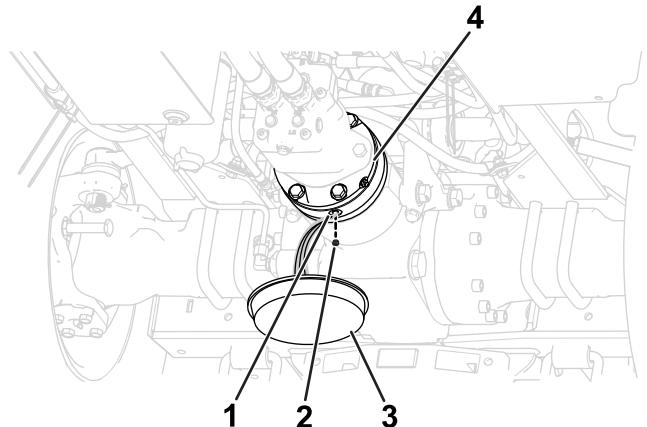

Рисунок 103
- Поместите сливной поддон под гидравлический тормоз (Рисунок 103).
- Снимите пробку сливного отверстия (Рисунок 103).
4. Заверните пробку в сливное отверстие (Рисунок 103).